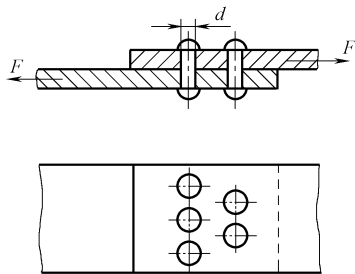

图 2-10
17. 一铆接头承受载荷 $F = 220\text{kN}$, 铆钉数量 $n = 5$, 如图 2-10 所示。铆钉的剪切许用应力 $[\tau] = 145\text{MPa}$ 。计算应选用铆钉的最小直径 (整数)。